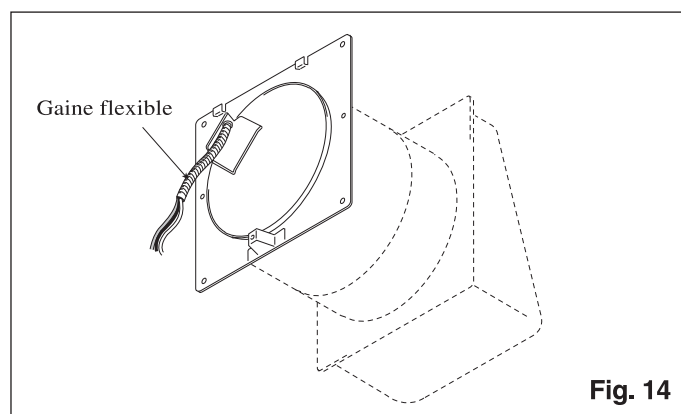

Fig. 14
8. Tirer la gaine flexible pour la faire passer par le trou par lequel la boîte de raccordement est fixée sur la traversée (voir Fig. 14).